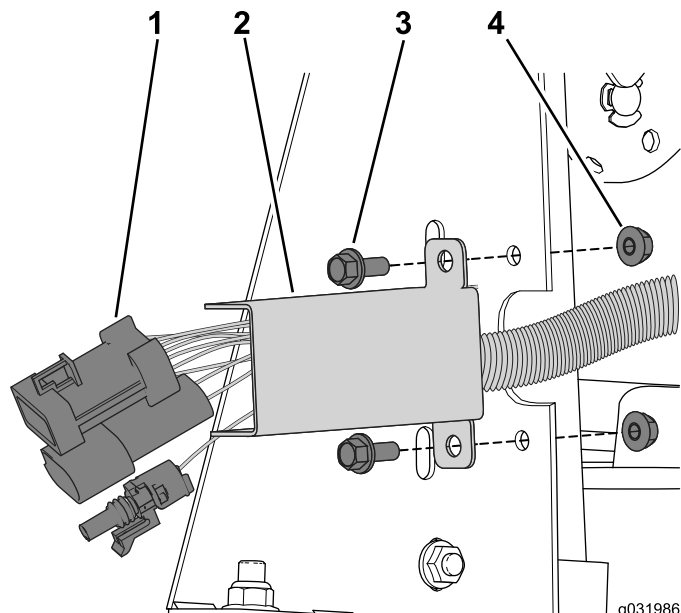

Figura 57
2. Sujete el arnés de cables en el hueco fijando la cubierta de los cables al bastidor lateral con los 2 pernos con arandela prensada y contratueras (Figura 57).